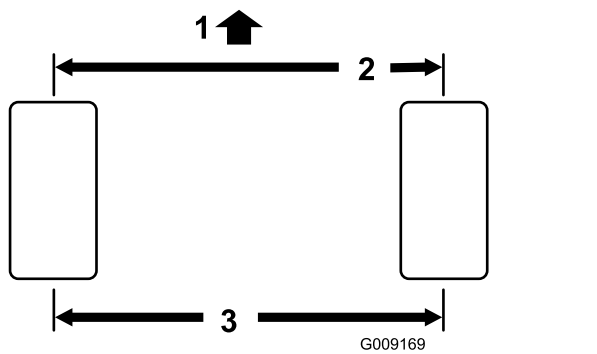

図 61
1. 後輪の前と後ろで、左右のタイヤの中央線間距離を測るアクスルの高さ位置で計測 図 61。